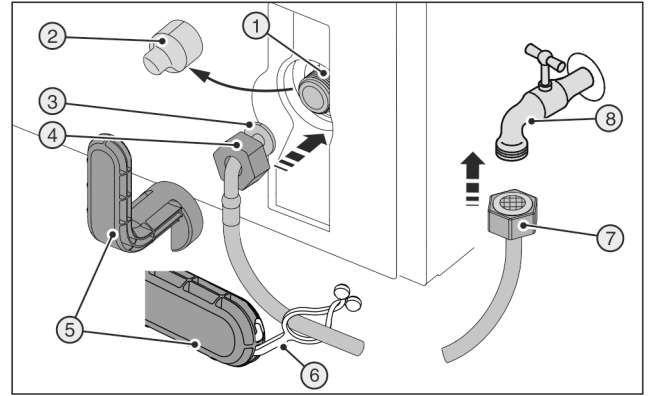
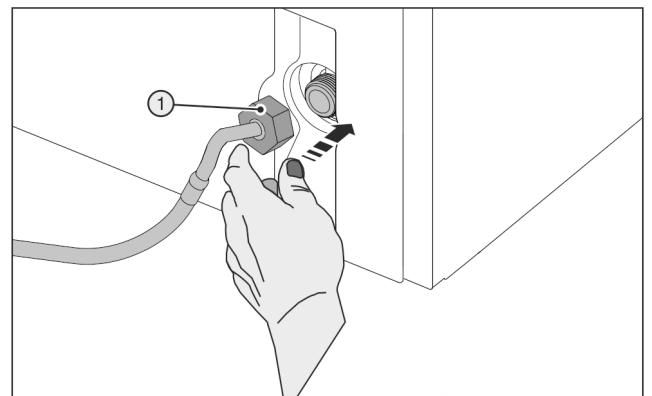

Fig. 45
Fig. 46
破损的辅助工具 Fig. 45 (5)！
- ▶ 只能在室温下使用辅助工具 Fig. 45 (5)。
- ▶ 拆下盖子 Fig. 45 (2)。
- ▶ 略微装配：将直软管端 Fig. 45 (7) 向左置于地面。
- ▶ 将螺母 Fig. 45 (4) 推至软管弯折端 Fig. 45 (3) 上方末端并固定。
- ▶ 小心装上螺母 Fig. 46 (1) 并用两根手指将其垂直拧到螺纹上，直至达到紧固位置。
- ▶ 使用辅助工具 Fig. 45 (5) 顺时针拧紧螺母 Fig. 46 (1)，直至达到最大扭矩并且辅助工具 Fig. 45 (5) 旋紧。
- ▶ 将螺母 Fig. 45 (7) 拧到截流阀 Fig. 45 (8) 上。
- ▶ 使用辅助工具 Fig. 45 (5) 顺时针拧紧螺母 Fig. 45 (7)，直至达到最大扭矩并且辅助工具 Fig. 45 (5) 旋紧。
- ▶ 打开供水截流阀 Fig. 45 (8) 并检查整个水系统的密封性。
- ▶ 将连接板 Fig. 45 (6) 卡入辅助工具 Fig. 45 (5) 内并固定在不锈钢软管上，以便于保存。